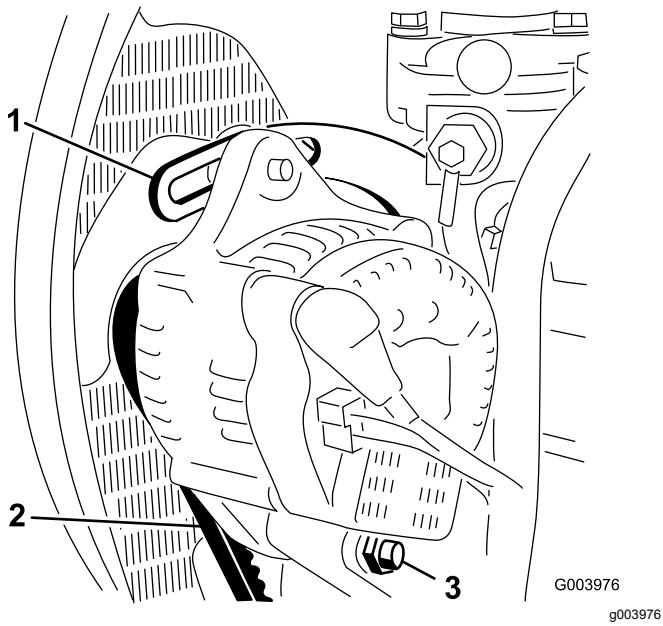

Bild 72
2. Prüfen Sie die Spannung des Lichtmaschinenriemens, indem Sie eine Kraft von 10 kg in der Mitte zwischen der Lichtmaschine und den Riemscheiben der Kurbelwelle ansetzen (**Bild 72**).
3. Lockern Sie die Schraube, mit der die Strebe am Motor befestigt ist (**Bild 72**) sowie die Schraube, mit der die Lichtmaschine an der Strebe und der Drehschraube befestigt ist.